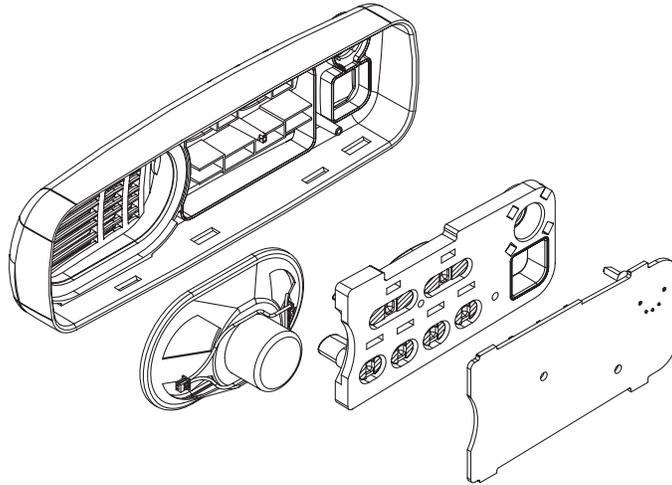

Figura 2-8 Retiro de la tarjeta, teclado y altavoz
3. Retire la tarjeta de la cubierta del cabezal de control extendiendo la cubierta del cabezal de control y halando la tarjeta hacia arriba como se describió para el cabezal de control PRO3100, Figura 2-8.
1. Coloque el altavoz en el cabezal de control y presione hasta ajustarlo en su lugar, como se muestra en la Figura 2-8.